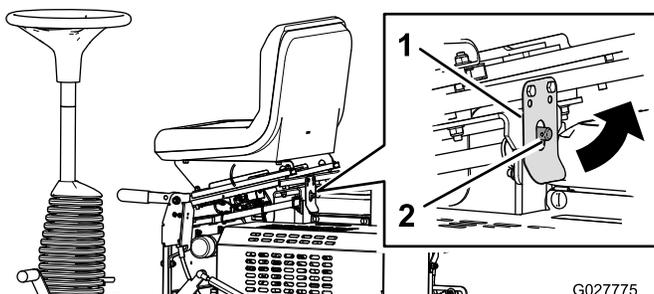

Figura 33
2. Tire hacia atrás del enganche del asiento e incline el asiento hacia adelante (Figura 33).